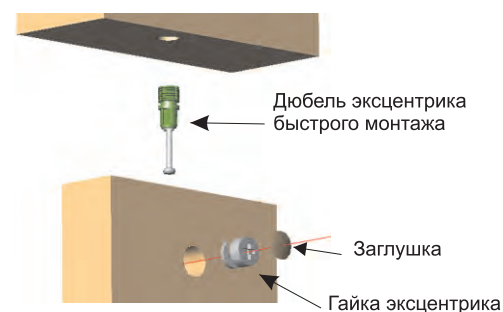

Рис.2
Установите шканты (3) в отверстия d=8 мм топа E, низа G. Вставьте дюбель эксцентрика быстрого монтажа (1а) в топ E, и низ G (см. Рис.2). Вкрутите штоки полкодержателей (11б) в отверстия боковин A на необходимую для ВАС высоту. Установите опоры (4) в отверстия в плоскости низа G. Соедините вместе низ G, топ E, боковины A и заднюю стенку C (состоит из двух половин) используя профиль F. Вставьте эксцентриковые гайки (1б) и с помощью отвертки затяните их по часовой стрелке до фиксации (см. Рис.2). Установите в полки B полкодержатели (11а), установите полки B в штоки полкодержателей (11б) до фиксации. Используя шурупы (5) и подкладки (10) прикрепите заднюю стенку C к полкам B. Используя винты (6), мини-винты (8) прикрепите петли (7) к дверям D и боковинам A (См. Рис 3.). Используя подкладки для ручек (10) прикрепите ручки (9) к деталям D, винтами прилагаемыми к ручкам. В эксцентриковые гайки (1б) вставьте заглушки (2). Отрегулируйте опоры (4) по высоте при помощи шестигранного ключа или отвертки.